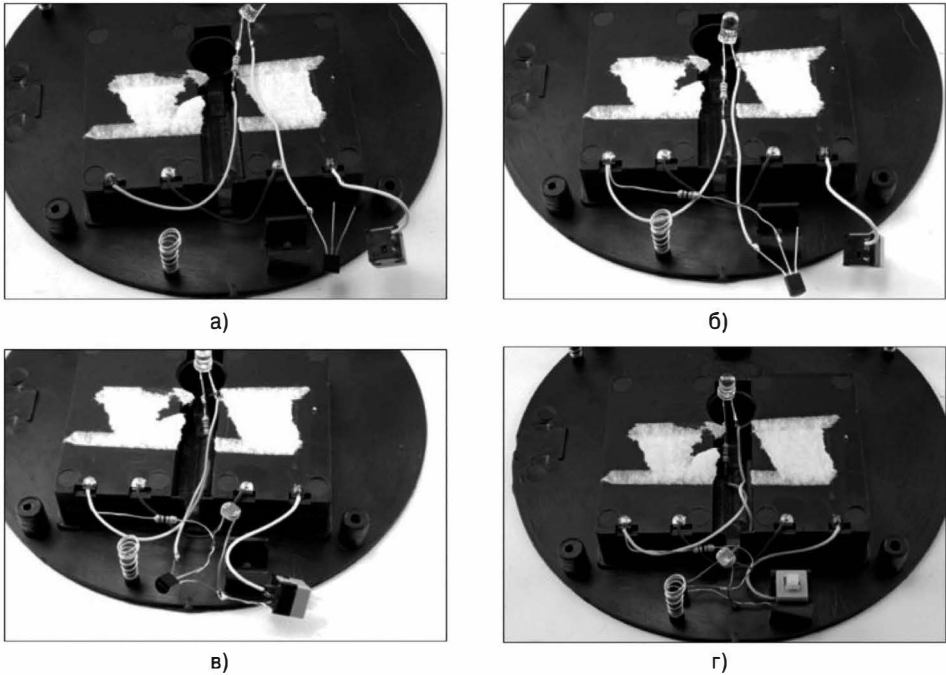

Рис. 3.23. Сборка компонентов схемы
На рис. 3.23 приведены все основные этапы добавления в наш светильник функции автоматического управления освещением.
1. Начните с отпайки вывода переключателя, который не подключен к отрицательному выводу батарейного блока (рис. 3.23, а).
4. Впаяйте между правым и средним выводами транзистора фоторезистор. Старайтесь не нарушить ранее образованное соединение между правой “ножкой” транзистора и выводом переключателя (см. рис. 3.23, в).
5. Аккуратно соберите светильник в исходном корпусе, стараясь не нарушить места пайки при упаковке проводов под плафоном (см. рис. 3.23, г).